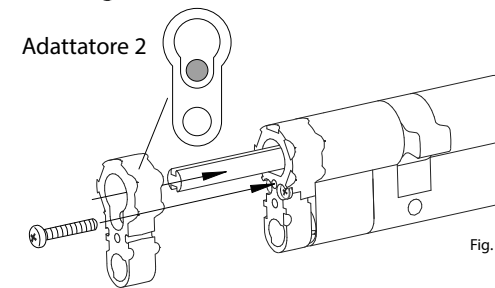

Fig. 7
- 54 - 59 mm = sono necessari l'adattatore 1 e 2 (Fig. 7)